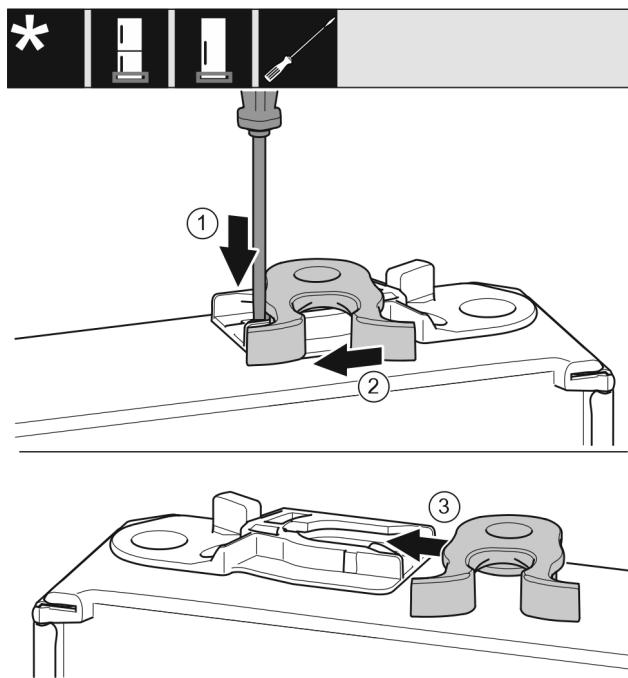

Fig. 16
- ▶ За допомогою шліцової викрутки притисніть униз накладку. Fig. 16 (1)
- ▶ Витягніть із напрямної запірний гачок. Fig. 16 (2)
- ▶ Вставте запірний гачок у напрямну з іншого боку. Fig. 16 (3)